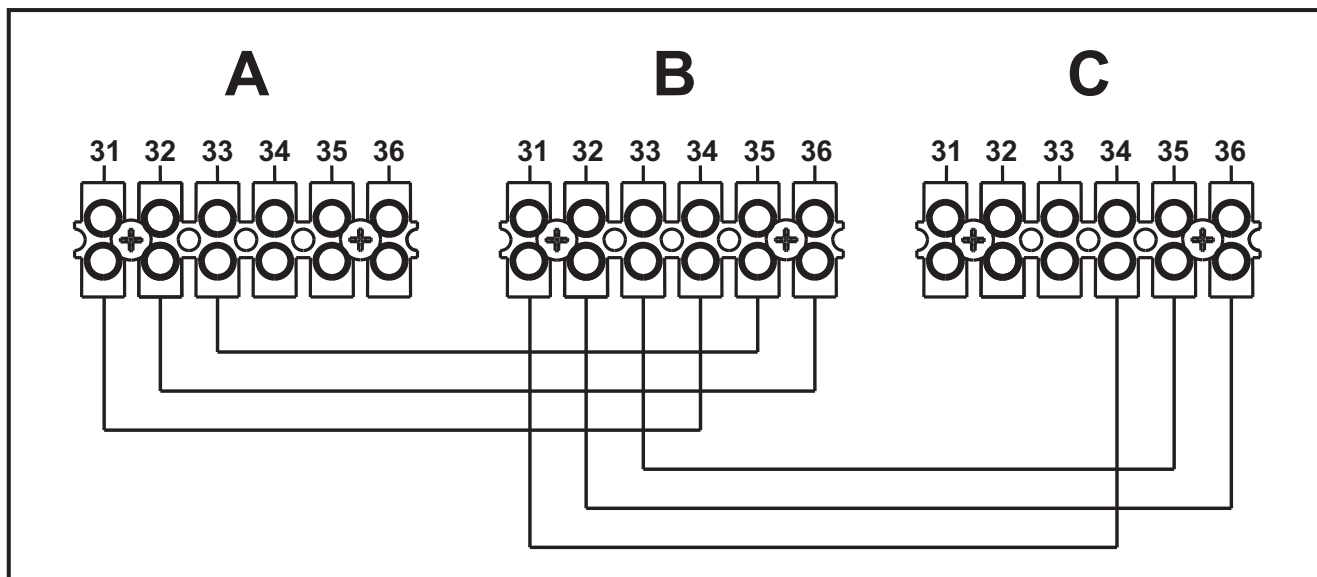

рис. 53 - Подключение по каскадной схеме
1. Подключите модули, как показано на рис. 53 (пример с 3-мя модулями)
В противном случае переключите электрическое питание и проверьте кабельные соединения в рис. 53.